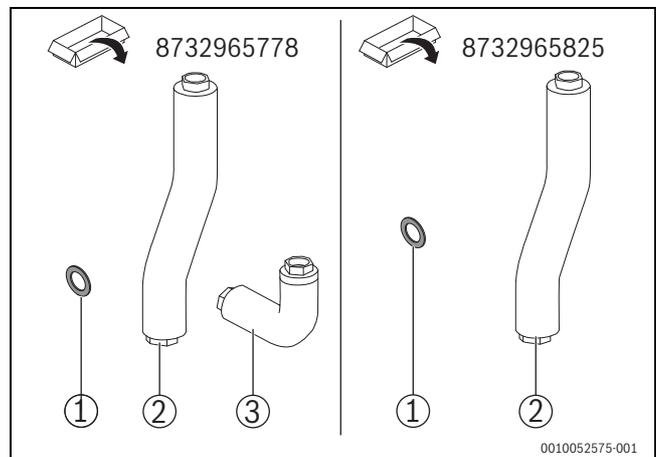

Bild 3 Optionale Rohrgruppen
Die Rohrgruppe HF-Set HYC40B als zentrale hydraulische Komponente ermöglicht in Verbindung mit weiteren optionalen Rohrgruppen (→ Bild 3) den Anschluss einer Wärmepumpen-Außeneinheit an einen konventionellen bodenstehenden Wärmeerzeuger.
- Rohrgruppe zum Anschluss der Heizkreis-Sets (→Bild 3, [1 – 3]).